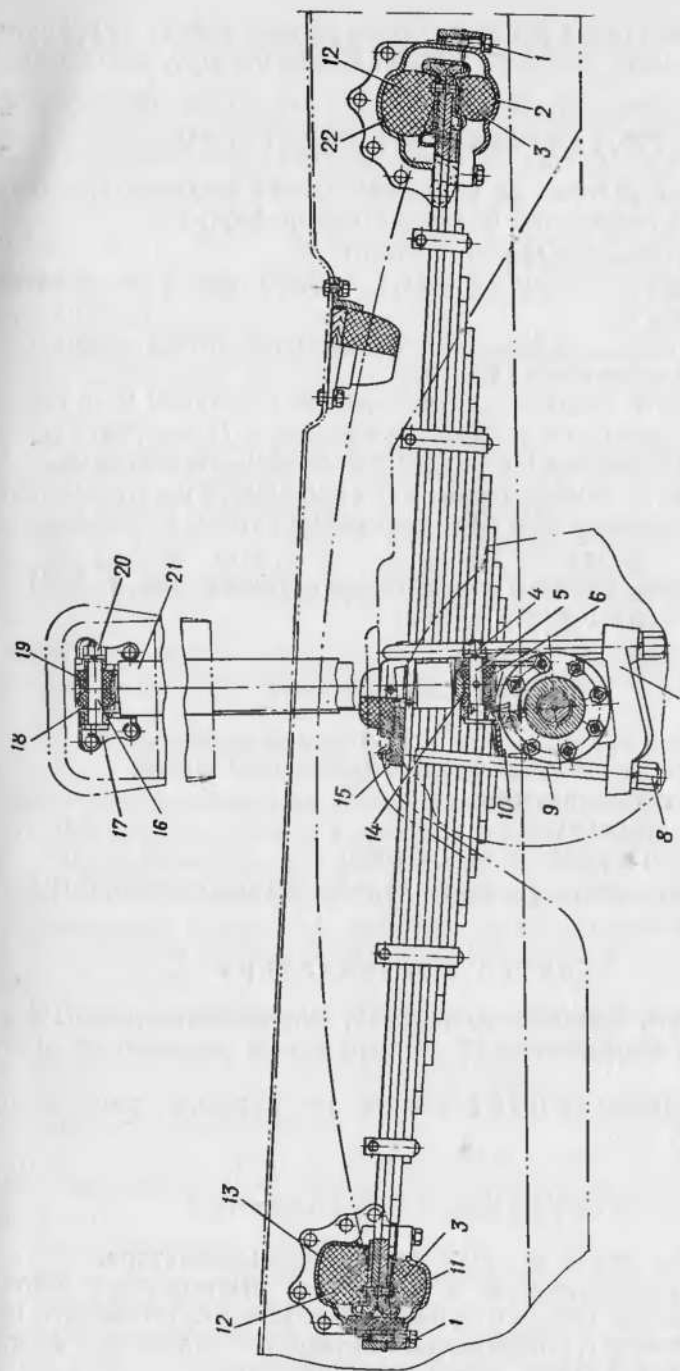

Рис. 3. Подвеска:
5. Вывернуть болты 1 (рис. 3), снять крышку 11 переднего кронштейна 13 и крышку 2 заднего кронштейна 22.
1. Отвернуть гайки 4 и 20 (рис. 3), выпрессовать пальцы 5 и 16 и отъединить амортизатор 21 от верхнего и нижнего кронштейнов 10 и 17.